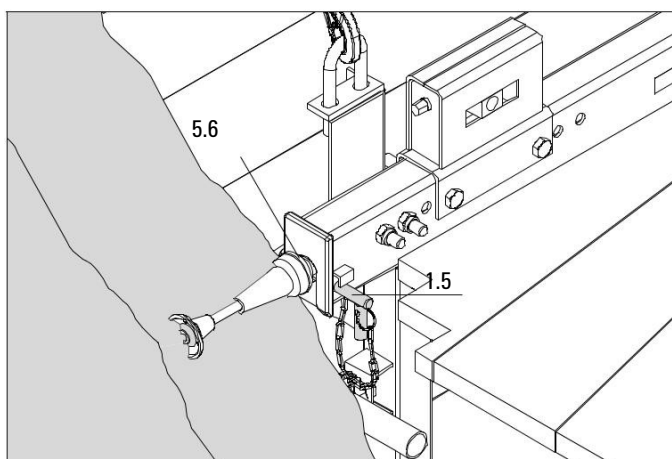

Fig. B1.22
2. Вкарайте осигурителния щифт (1.5) в отвора под монтажния пръстен (5.6) и го завъртете във вертикално положение. (Fig. B1.22)